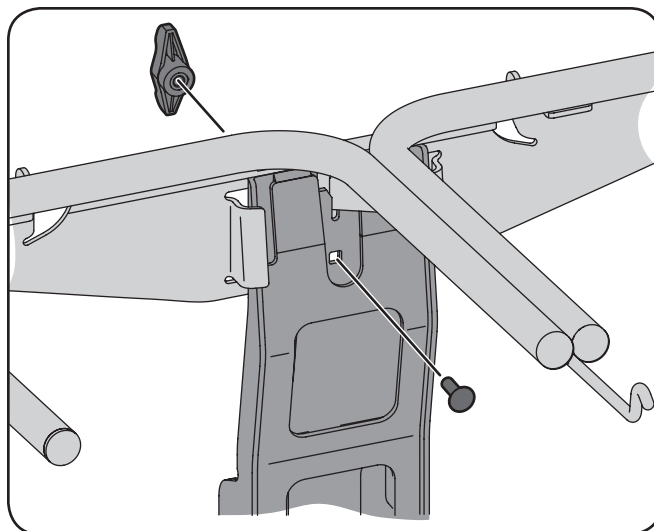

Figure 4-11
4. Installez l'ensemble de support au support vertical en utilisant le boulon de carrosserie (710-0276) et le bouton à ailettes (720-04122) provenant de la trousse de quincaillerie 689-00328A. Reportez-vous à la Figure 4-11.